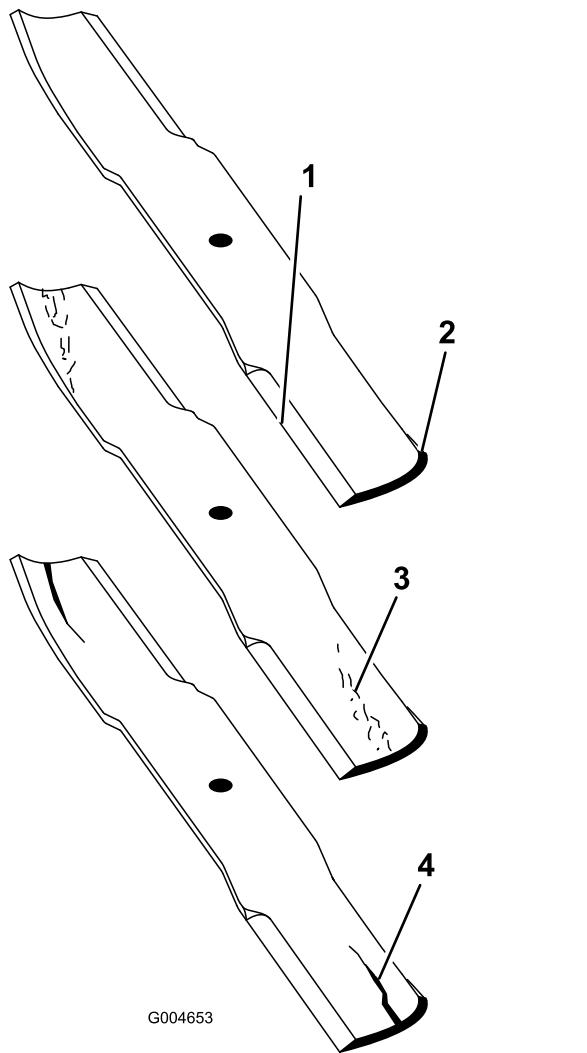

Figura 111
2. Verificate accuratamente i taglienti, con particolare attenzione ai punti d'incontro delle sezioni piatta e curva della lama (Figura 111). Sabbia e materiali abrasivi possono consumare il metallo che connette le sezioni piatta e curva della lama, per cui si consiglia di controllare la lama prima di usare il tosaerba. Se riscontrate segni di usura (Figura 111), sostituite la lama.